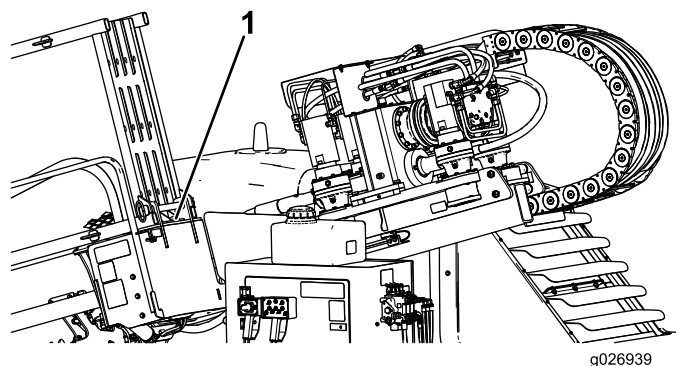

Figura 103
7. Guarde a trava do cilindro na traseira do porta-hastes (Figura 103).